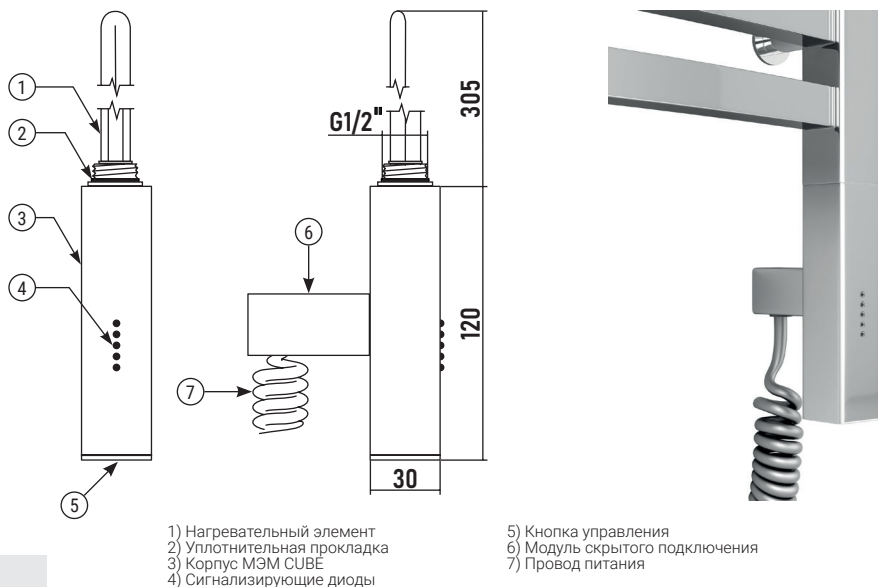

Рис.7
7.2. Выбор различных режимов работы устройства происходит при последовательном нажатии на кнопку управления, находящуюся на торце изделия (рис. 7 «5»):